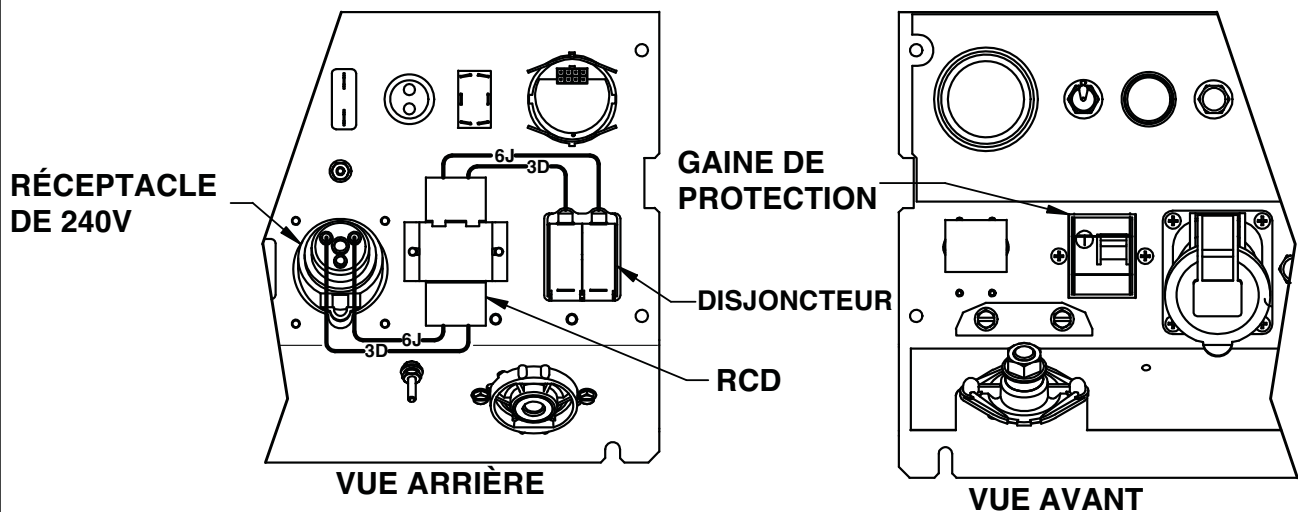

FIGURE 3
6. BRANCHER LES FILS DU DISJONCTEUR ET DU RÉCEPTACLE SUR LE RCD TEL QU'ILLUSTRÉ ET SERRER LES FILS SUR 2,4 NM (21 in-lb). (VOIR LA FIGURE 3). NOTER LA CONFIGURATION DES FILS. RECOUVRIR LA ZONE OÙ LES FILS SONT BRANCHÉS SUR LE RCD AVEC UN MATÉRIAU D'ÉTANCHÉITÉ EN CAOUTCHOUC DE SILICONE RÉSISTANT AUX VARIATIONS DE TEMPÉRATURE